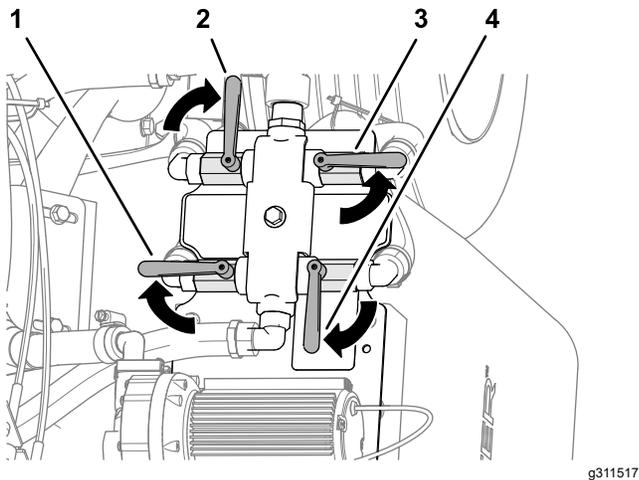

Figure 38
2. Tournez les poignées des vannes comme montré à la **Figure 38**.